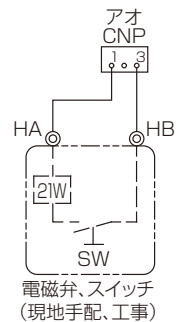

図 14
- 5) 年間冷房設定 (SW 1-8:ON) にて再熱用途で使用する場合、図 14 に示すようにスイッチ (現地手配) を設けて、機能設定 No.58 を “3” へ、機能設定 No.71 を “2” へ設定してください。(端子 HA、HB は受注組込み時のみ存在します)